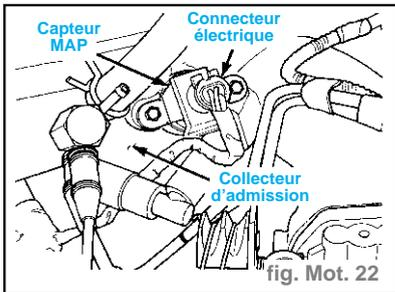

fig. Mot. 22
- Vérifier que le connecteur électrique du capteur de pression absolue au collecteur (**MAP**) est fixé au capteur et n'est pas endommagé. (fig. Mot. 22)